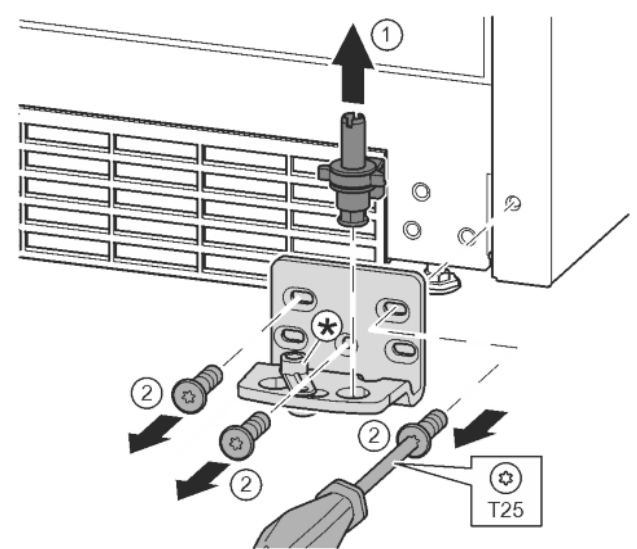

Fig. 15
- Kompletną płytkę zawiasu wyjąć w górę. Fig. 15 (1)
- Śruby wykręcić przy pomocy śrubokręta T25 i zdjąć płytkę zawiasu. Fig. 15 (2)